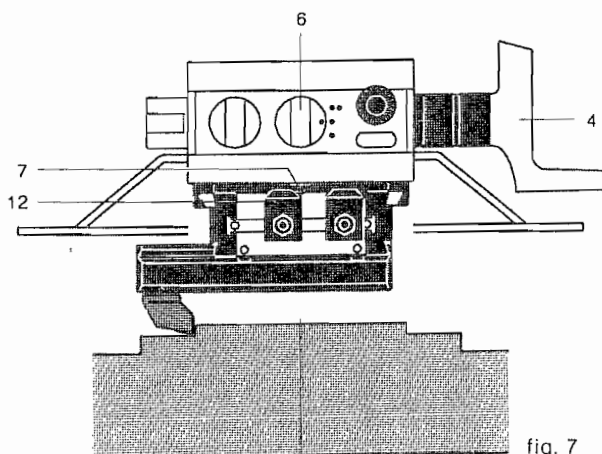

fig. 7
6. Setting the automatic feed stop at the required diameter Fig. 7
6. Prérégler de l'arrêt automatique de l'avance au diamètre désiré Fig. 7
6. Einstellung der automatischen Vorschubabschaltung auf dem gewünschten Durchmesser Abb. 7
6. Predisposición de parada automática del avance a un diámetro deseado Fig. 7
6. Predisposizione dell'arresto automatico dell'avanzamento ad un diametro desiderato Fig. 7